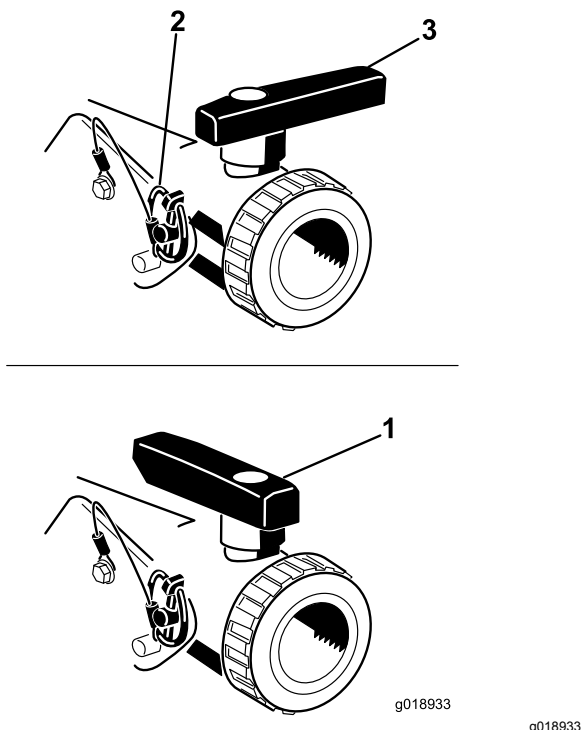

Figura 29
con la normativa local y las indicaciones del fabricante del mismo (Figura 29). Tras el vaciado, retire el pasador de seguridad del soporte que fija la válvula de vaciado a la máquina y deje la válvula en el suelo. Así conseguirá vaciar todos los residuos existentes en la línea.
3. Cuando el depósito se haya vaciado completamente, instale la válvula en el bastidor montando el pasador de seguridad previamente retirado y cierre la válvula de vaciado (Figura 29).